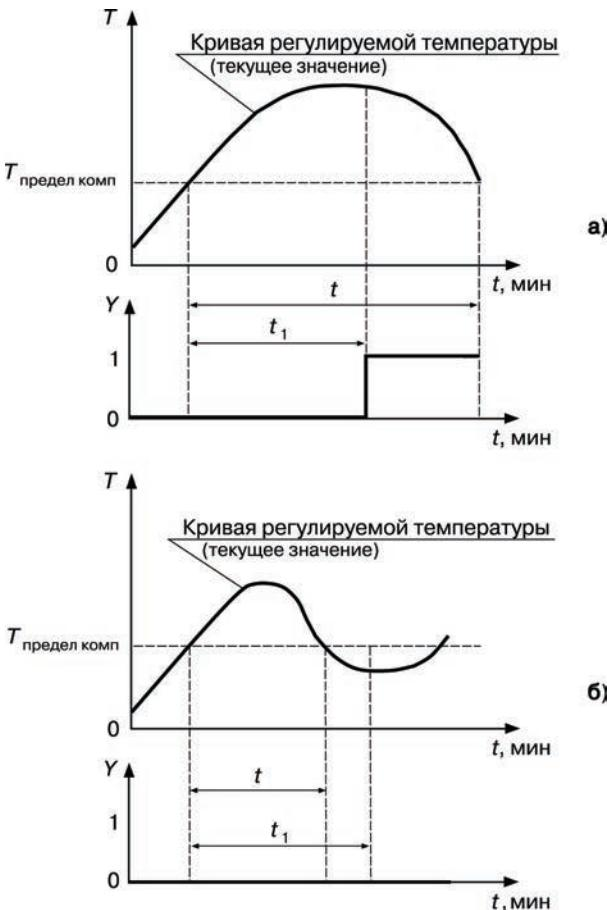

Рисунок 3.19 – Задержка срабатывания компаратора:
- если время нахождения регулируемой величины  $t > t_1$  (времени задержки срабатывания компаратора), то компаратор срабатывает, рисунок 3.19, а;
- если время нахождения регулируемой величины  $t < t_1$ , то компаратор не срабатывает, рисунок 3.19, б.